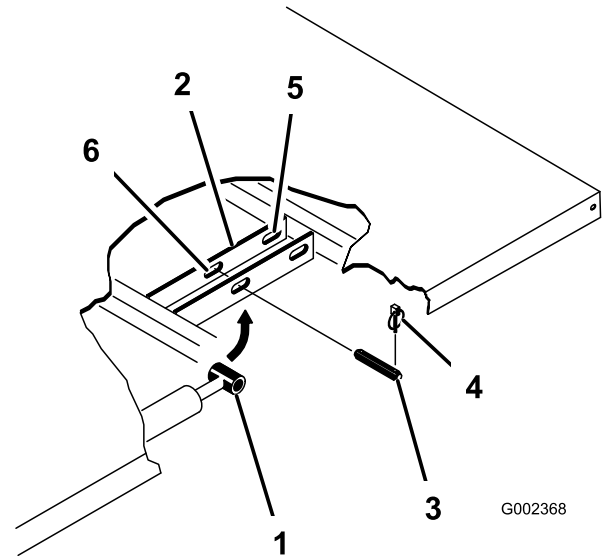

Bild 35
- 2. Nehmen Sie die Klappstecker von den äußeren Enden der Lastösenbolzen der Zylinderstange (Bild 35) ab.
- 3. Nehmen Sie die Lastösenbolzen ab, mit denen die Zylinderstangenenden an den Pritschenbefestigungsplatten befestigt sind. Drücken Sie die Bolzen hierfür nach innen (Bild 35).
- 4. Nehmen Sie die Klappstecker und die Lastösenbolzen ab, mit denen die Schwenkhalterungen an den Rahmenkanälen befestigt sind (Bild 35).